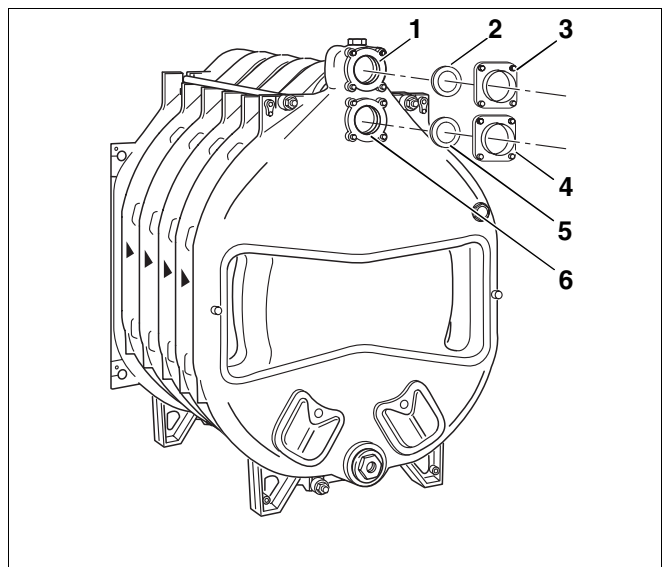

Рис. 23 Установка присоединительного фланца
- На верхней ступице котла (рис. 23, **поз. 6** – штуцер обратной линии) при последующем подключении обратной линии устанавливается фланец (с приваренным патрубком). На рисунке изображены фланец и уплотнительное кольцо (рис. 23, **поз. 4 и 5**).
- Фланец подающей линии (рис. 23, **поз. 3**) и уплотнительное кольцо (рис. 23, **поз. 2**) устанавливаются для последующего присоединения подающей линии (рис. 23, **поз. 1**).